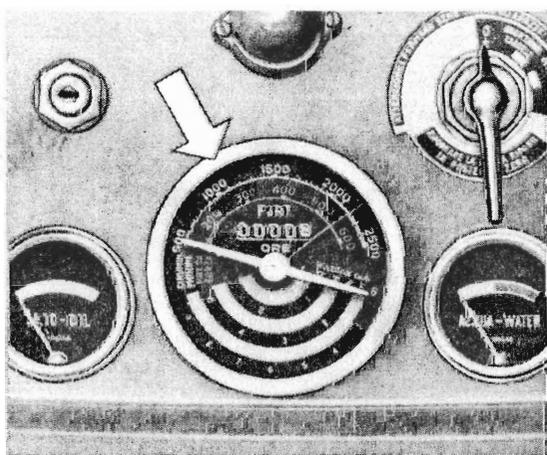

Fig. 5. - Indicatore giri motore, giri presa di forza, velocità di marcia e contaore.
6. **Indicatore giri motore, giri presa di forza, velocità di marcia e contaore** (vedi fig. 5): la lancetta dello strumento segnala nella parte superiore del quadrante i giri/minuto del motore e della presa di forza, e nella parte inferiore le velocità in chilometri/ora nelle varie marce. La linea verde sulle scale contagiri segnala il regime di potenza massima del motore e la corrispondente velocità della presa di forza.